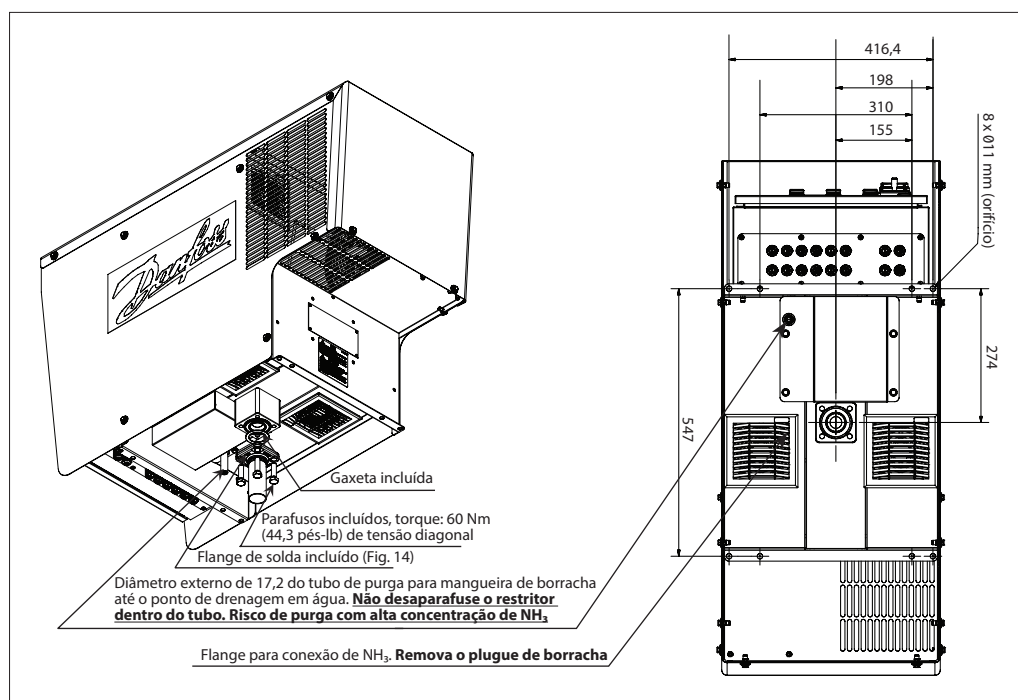
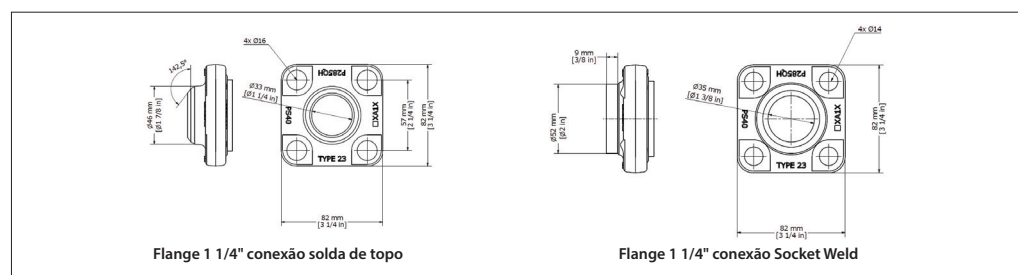

Fig. 13 Conexão de amônia
Fig. 14 Flange de solda incluído
1. Prepare a tubulação de amônia com o flange de solda conforme a Fig. 13 e a Fig. 14. A tubulação principal/drenagem nunca deverá ser menor do que o diâmetro interno de Ø37 mm (1 1/2").
3. Levante o purgador até sua posição utilizando os olhais de elevação presentes em cada lado do gabinete do purgador. **Remova o plugue de borracha da abertura do flange. Ver Fig. 13.**